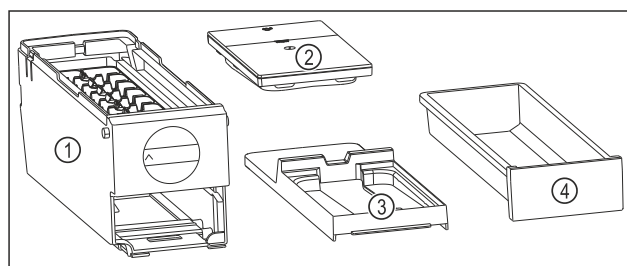

Fig. 78 Composants de l'EasyTwist-Ice
- ▶ L'EasyTwist-Ice est démonté en quatre parties. (voir Fig. 78)
- ▶ Ne démonter l'EasyTwist-Ice que de la manière illustrée. (voir Fig. 78)
- ▶ Nettoyer le corps de l'EasyTwist-Ice Fig. 78 (1) dans son ensemble.